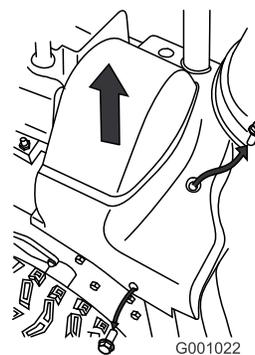

Рисунок 37
2. Поднимите правую сторону крышки ремня (Рисунок 37).